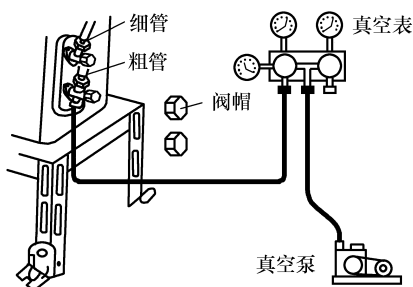

图 5-40 用真空泵抽真空
① 取下室外机截止阀上的螺母盖,对准配管中心,用手拧紧锥形螺母,再用扳手拧紧。
② 取下液阀和气阀上的阀盖和注射制冷剂嘴螺母,用内六角扳手拧开液阀阀芯,用螺钉旋具顶开气阀上的气门芯,放出气体。
③ 用真空泵抽真空按如图 5-40 所示连接从气门芯片抽出系统内空气。抽空后拧紧阀盖。